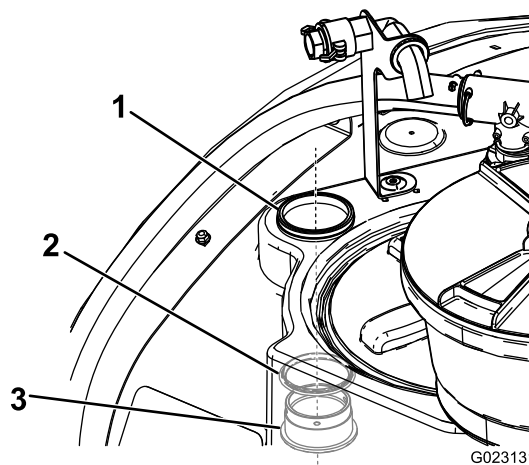

图 16
2. 通过之前的切口在药缸内部安装隔板接头和 O 形圈图 16。